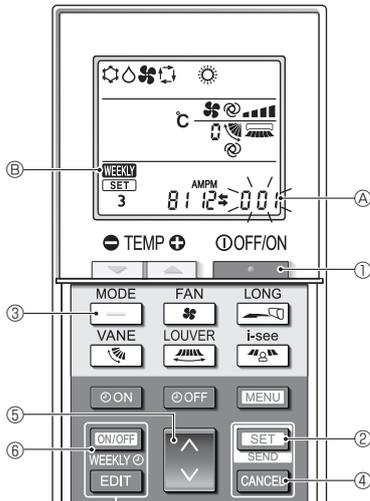

Fig. 6-7
6.9.8. Désactivation du mode AUTO (Fig. 6-7)
- Appuyez sur la touche **STOP** ① pour arrêter le climatiseur.
- Si la minuterie hebdomadaire est activée, appuyez sur la touche **ON/OFF WEEKLY** ⑥ pour la désactiver. (**WEEKLY** ⑥ disparaît.)
- Appuyez sur la touche **SET** ② pendant 5 secondes.
- Appuyez sur la touche **UP** ④.
- Achèvement des réglages (Fig. 6-7)